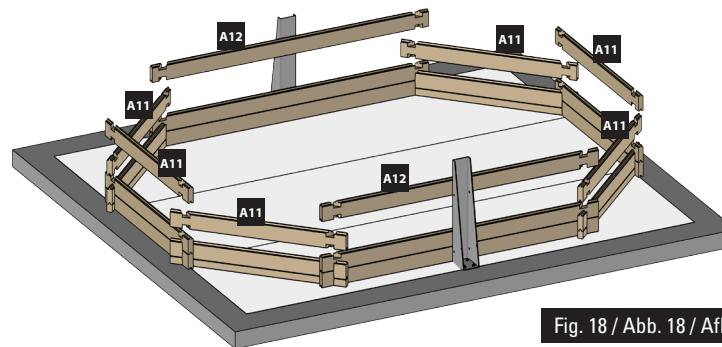

Fig. 18 / Abb. 18 / Afb. 18
3rd LAYER OF BOARDS: Install the third layer of boards as shown in figure 18. The position of the refilling fitting with the key and the skimmer should be defined at the start of the assembly (read the specific paragraphs).
3^e RÈME RANGÉE MADRIERS : Positionnez les madriers de la 3ème rangée conformément à la figure 18. Vous devez avoir déterminé l'emplacement de la buse de refoulement et du skimmer dès le début du montage (voir paragraphes spécifiques).
3. BRETTERREIHE: Platzieren Sie die Bretter der dritten Reihe laut Abb. 18. Zu Beginn der Montage müssen Sie die Lage des Druckventils und des Skimmers festlegen (lesen Sie hierzu die entsprechenden Abschnitte).
3^a RIJ PLANKEN: Plaats de planken van de derde rij zoals te zien is op afbeelding 18. U moet al bij aanvang van de montage bepalen op welke plaats het uitstroommondstuk en de skimmer moet komen (lees de betreffende paragrafen).